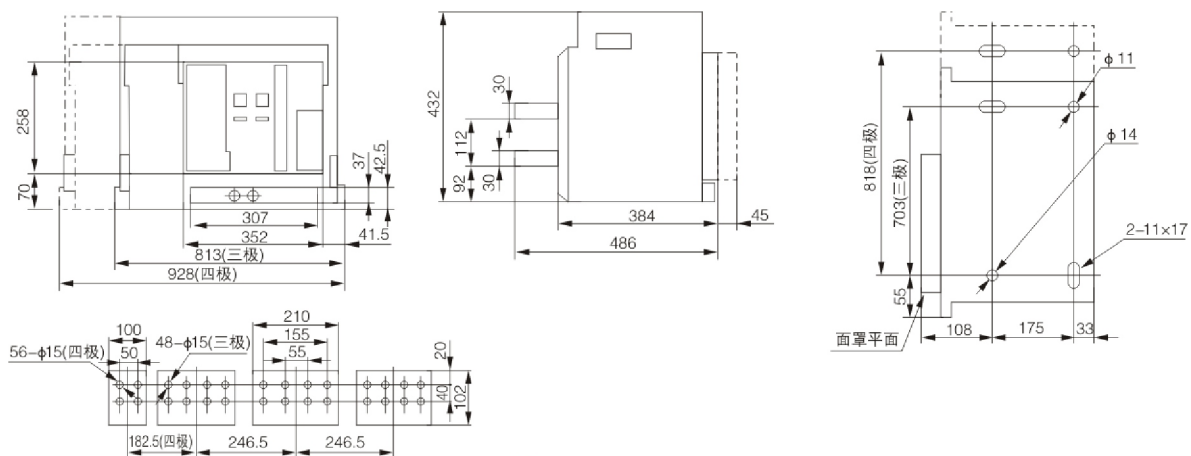

图16h
• 5000A抽屉式断路器三极、四极安装, 外形尺寸(见图16h)